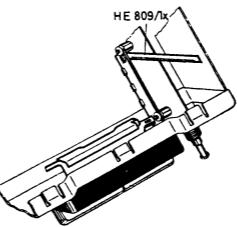
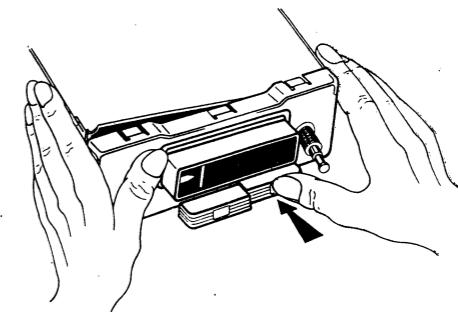

Fig. 47
Fig. 48
2. Arretierhebel in den Schlitz des Wellenschalterschiebers von der Plattenseite aus einsetzen, Fig. 47.
3. Frontplatte in beide Hände nehmen und Taste L fest drücken, Fig. 48.
4. Frontplatte rechts schräg bis zum Anschlag auf die Gewindegussplatte schieben, dann links aufsetzen, Fig. 48. Gleichzeitig darauf achten, daß der Hebel für den Wellenschalter in den Wellenschalterschieber einrastet, Fig. 47.
2. Insert an arrestor lever in the slot of the waveband switch slide from the board side, see Fig. 47.
3. Mount the front plate according to Fig. 48 with pushed button L.
4. Place RH side of front plate on threaded shaft as far as possible, then push LH side home, see Fig. 48. Pay attention that the waveband switch arm engages in the waveband switch slide, see Fig. 47.